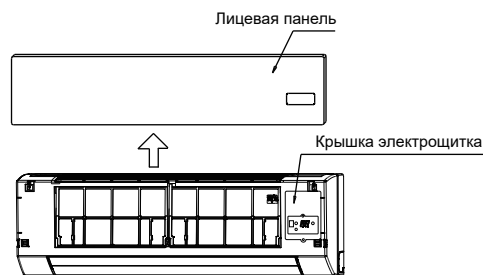

Рисунок 7-1
- 1 Снимите лицевую панель, затем демонтируйте крышку электрощитка (см. Рисунок 7-1).